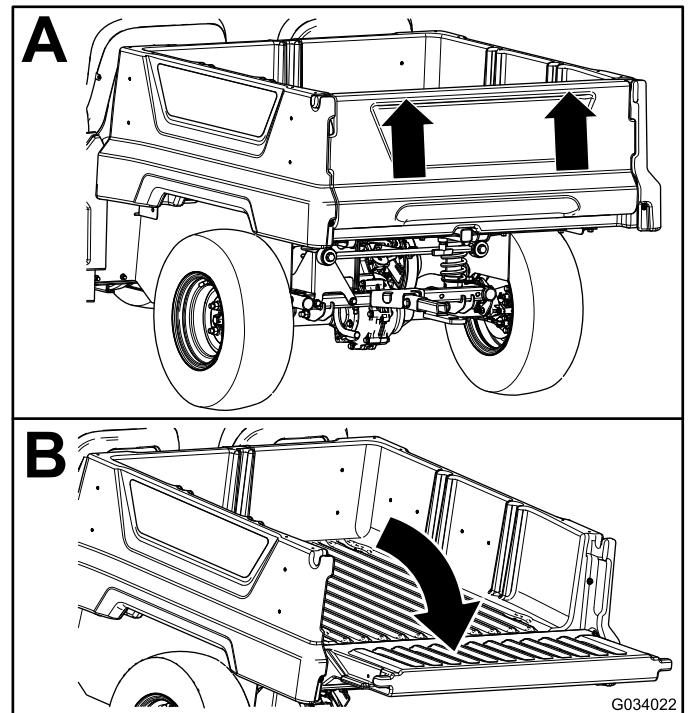

Figure 18
2. Utilisez les deux mains pour soulever le hayon en le prenant par le bord supérieur (Figure 18).
3. Abaissez le hayon jusqu'à ce qu'il soit au niveau du fond du plateau de chargement (Figure 18).